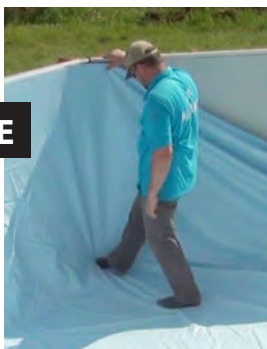

Fig. 20 / Abb. 20 / Afb. 20
**FR** **E** Pour déplacer le liner déjà en place, faites-le glisser dans la baguette. Si cela devient trop difficile, le liner peut se retirer en le relevant vers le haut pour ne pas abîmer le lien. Assurez-vous du bon positionnement du liner tant au fond que sur les parois, ajustez uniformément la tension de celui-ci (du bout du pied, on pousse le liner dans ses angles vers les angles des parois) (figure 20).